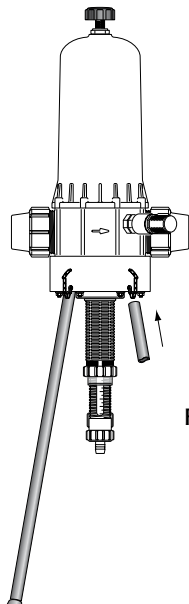

Fig. 1
- Introdurre il supporto negli orifizi previsti a tale scopo (**Fig. 1**).